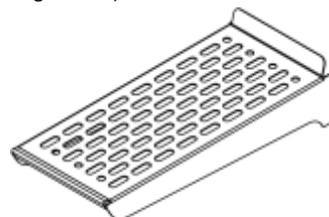

Figura 14
- (2) Estantes de vidrio de ancho mitad en voladizo, ajustables (vea la Figura 14)
ables (vea la Figura 14)